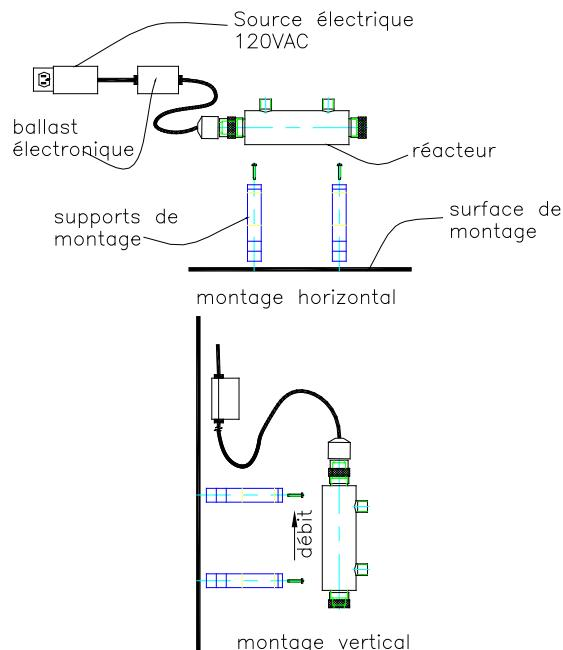

Figure 2.
4. Le système doit être installé de façon à ce que l'entrée et la sortie soient accessibles. Si le montage est vertical, le connecteur électrique de la lampe doit être du coté haut de l'appareil. Ceci protègera le connecteur de tout écoulement dû à la condensation ou d'une fuite potentielle. Voir figure 2.
5. Si le montage est vertical, l'entrée d'eau doit être du coté bas de l'appareil. Ceci favorisera l'évacuation de l'air du réacteur et permettra un meilleur débit d'eau en aval de l'appareil. Si le montage est horizontal, vous pouvez utiliser un ou l'autre des points d'accès comme entrée d'eau. Voir figure 2.